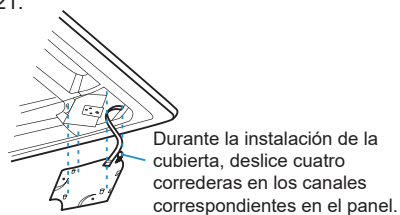

Figura 3.21
(2) Presione suavemente la cubierta de instalación en el panel. Véase Figura 3.21.